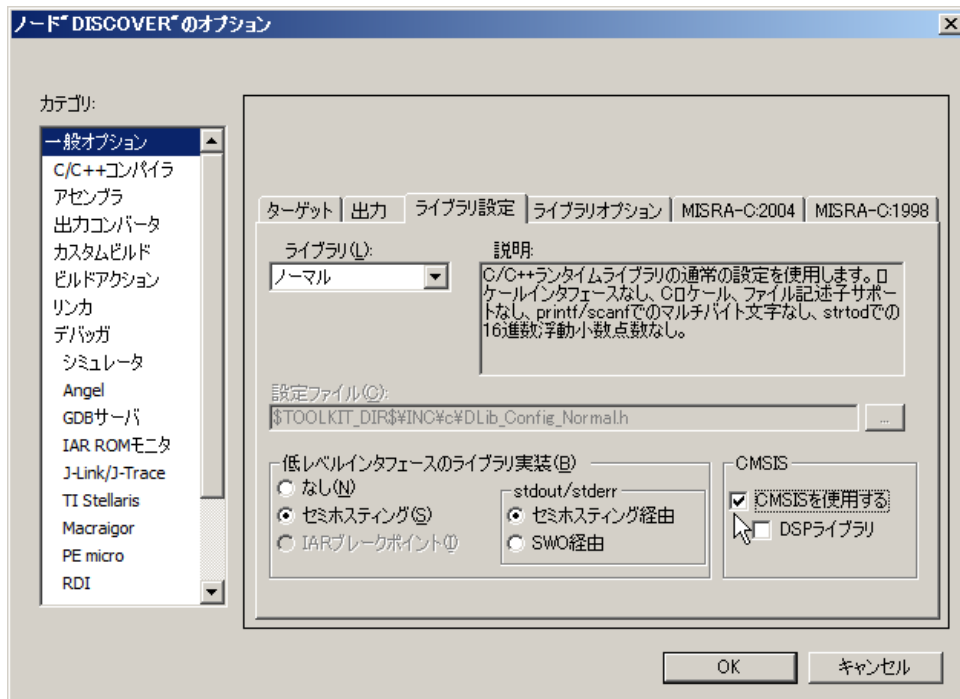
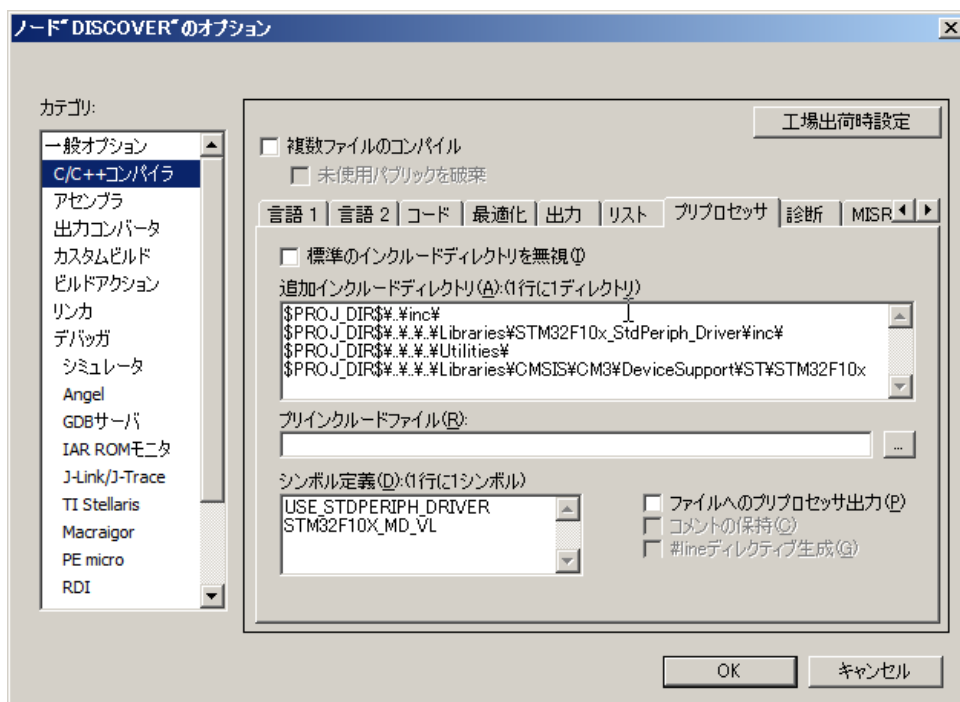

図 27 プロジェクト”DISCOVERY”の一般オプション
図 28 プロジェクト”DISCOVERY”の C/C++コンパイラ
26)。DISCOVERY の一般オプションのライブラリ設定で、“CMSIS を設定する”にチェックを入れます (図 27)。次に C/C++コンパイラのプリプロセッサから、追加のインクルードディレクトリの以下のエントリを削除し、OK ボタンを押して、オプションの変更を終了します (図 28)。